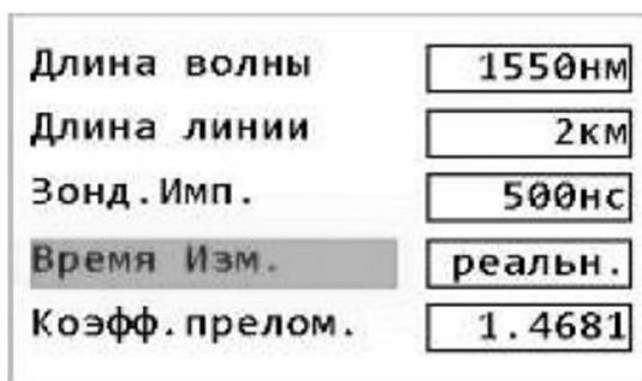

Рисунок 3.2 – Режим «РЕФЛЕКТОМЕТР»
3) Подключите рефлектометр (верхний разъем прибора) к SM линии 1000 м (вторая сторона линии должна быть закрыта заглушкой) и установите режим работы «РЕФЛЕКТОМЕТР». На экране отобразится таблица с текущими параметрами (рисунок 3.2). Выберите длину волны, на которой хотите проводить измерения (следует провести измерения для 1550нм / 1310нм / 850нм). Параметр «Длина линии» рекомендуется устанавливать на 30% больше истинной длины линии. Длительность импульса устанавливается в строке «Зонд.Имп.» на АВТО.